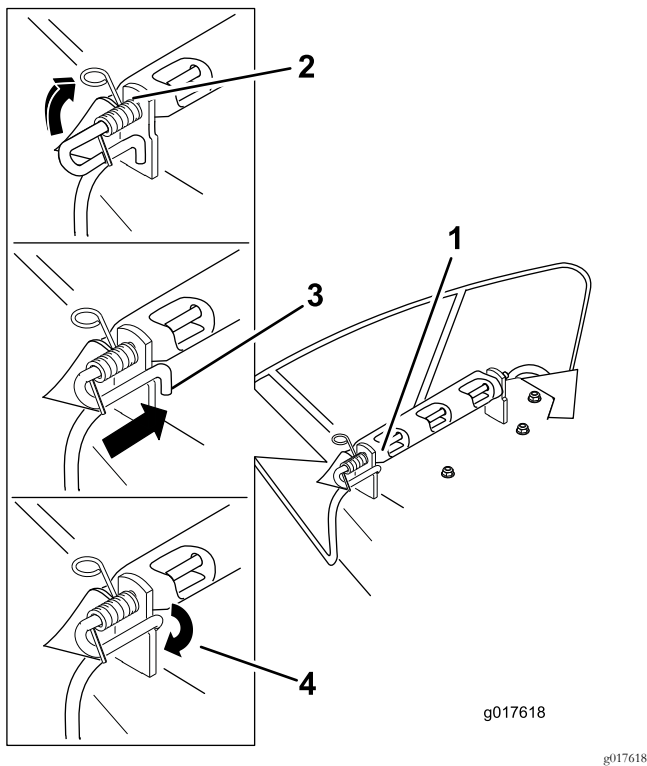

Figure 61
3. Positionnez le nouveau déflecteur d'éjection en plaçant les extrémités du support entre les supports soudés du tablier, comme illustré à la Figure 61.
6. Soulevez le côté avec la boucle du ressort et placez-le dans le cran du support de déflecteur (Figure 61).
7. Fixez l'ensemble tige et ressort en le tournant de sorte à pouvoir placer l'extrémité courte de la tige derrière le support avant soudé au tablier de coupe (Figure 61).